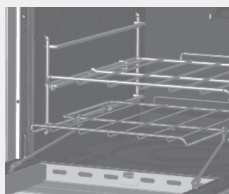

Fig. 21
- 3 | Faça a montagem da prateleira deslizante, utilize o guia lateral (Fig.21).